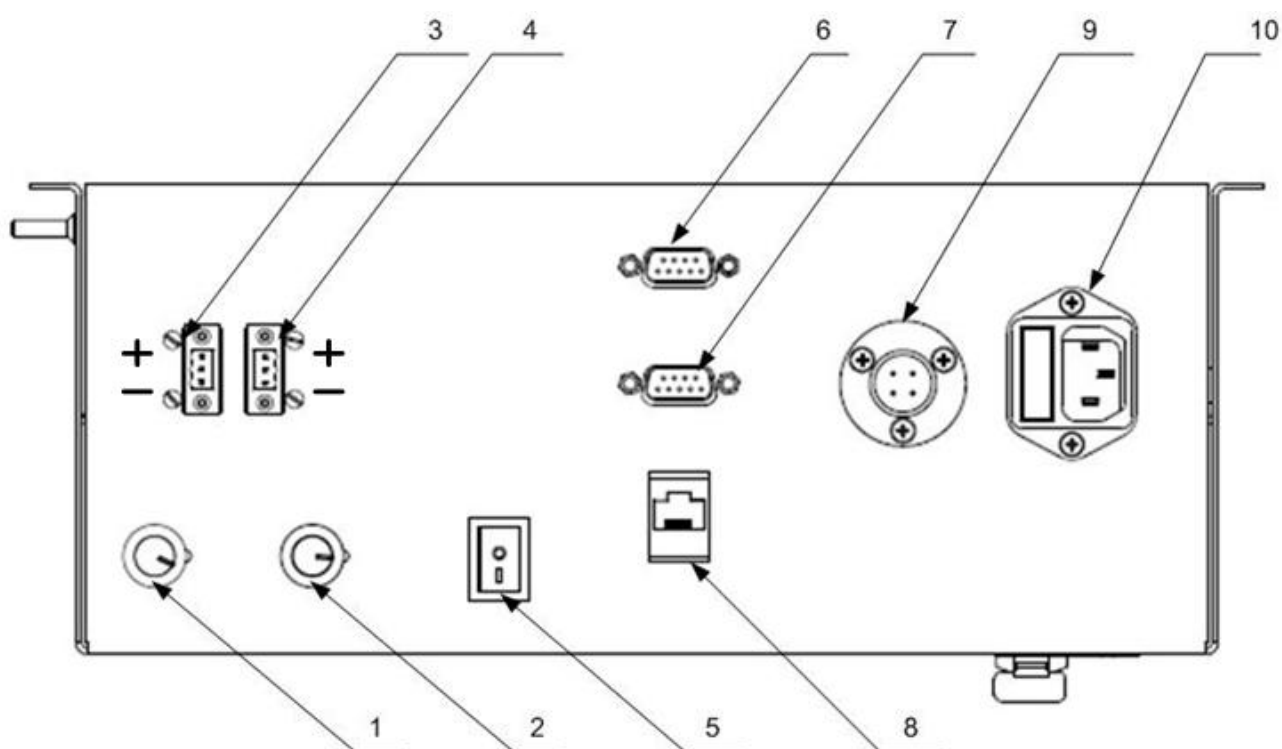
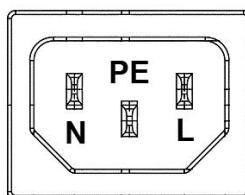

Рисунок 2.1
Рисунок 2.2
2. Включить вилку в розетку 10 (рис. 2.1) согласно маркировки (рис. 2.2);
2. Подключить вилку к разъему 9 (рис. 2.1) и зафиксировать его прижимным кольцом;
1. Подключить кабель акустической системы к разъему 3,4 (рис. 2.1) согласно маркировке;
1. Подключите VGA кабель от видеоотображающего устройства к VGA выходу 6 (Рис. 2.1);
2. Подключите кабель управления RS-232 от видеоотображающего устройства к разъему 7 (Рис. 2.1);
1. Подключить ноутбук кабелем RS-232 к разъему 7 (рис. 2.1);